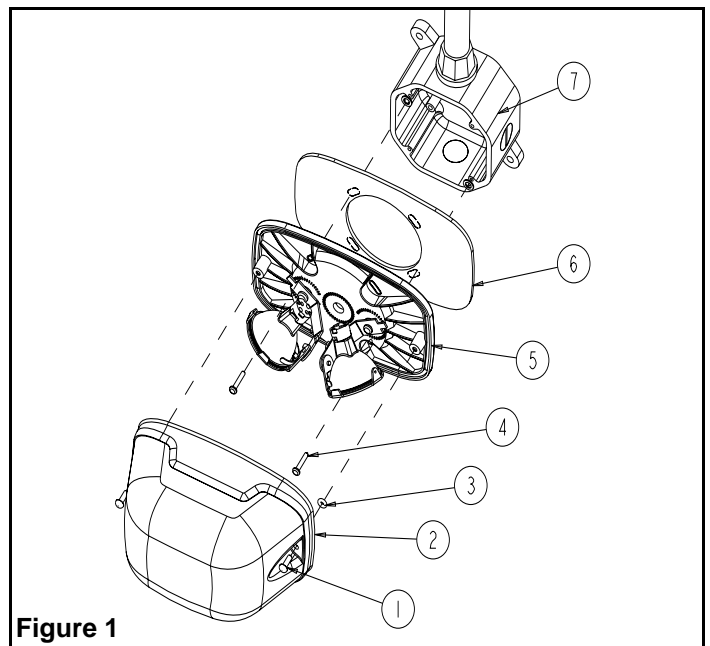

Figure 1
- a. Enlever le couvercle (2).
- b. Désassembler le pavillon (5) de la boîte de jonction (7).
- c. Installer la boîte de jonction sur le mur (7).
- g. Avant d'installer le couvercle, s'assurer qu'il n'y ait pas de particules sur les joints. Ceci pourrait affecter l'étanchéité. Fixer le couvercle au pavillon à l'aide des 2 vis. S'assurer que les joints pour les vis sont bien en place à l'intérieur du boîtier, tel que montré sur la figure 1.